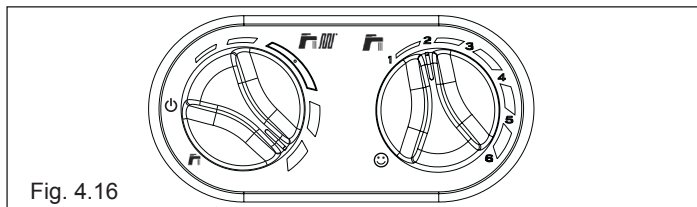

Fig. 4.16
- llevar al valor máximo el selector de temperatura del agua de calefacción (fig. 4.16)